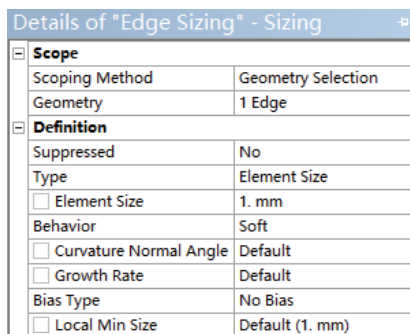

图 18-6 设置划分尺寸
2) 在 Mesh 上单击右键, 选择 Insert>Sizing, 然后选择圆角所在边缘, 在细节窗口中的 Geometry 下单击 Apply 按钮, 在 Element Size 后设置单元尺寸为 1mm, 如图 18-6 所示。